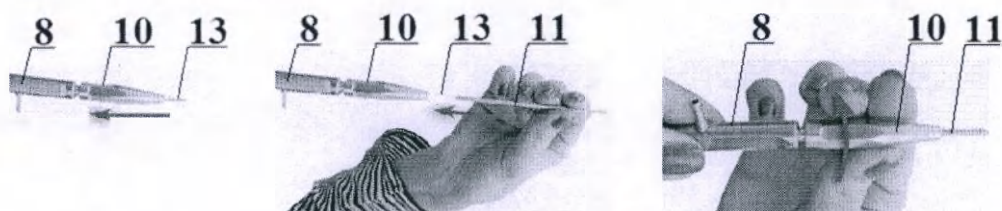

Рисунок 17 – Установка в световод фиксатора насадок и насадки
10.2.9 Введите фиксатор насадок 10 в световодный кабель, а затем – в тройник 8, и закрутите его в тройнике, но не до конца (смотри рисунок 17).